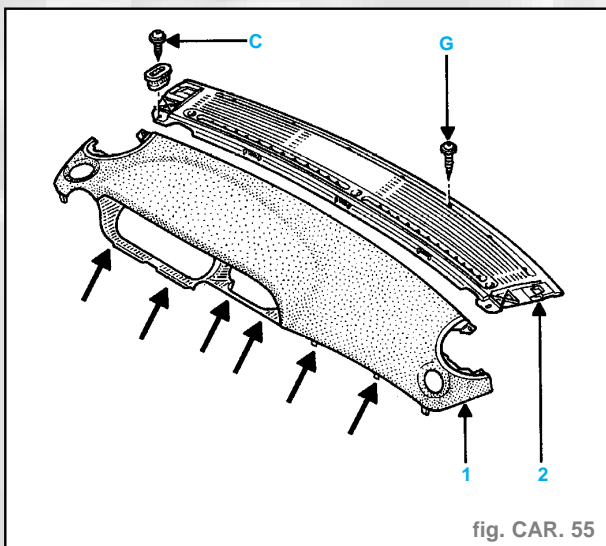

fig. CAR. 55
- La partie supérieure de planche de bord se compose de deux parties (fig. CAR. 55) :
- la partie casquette (1),
- la partie plage avant (2).